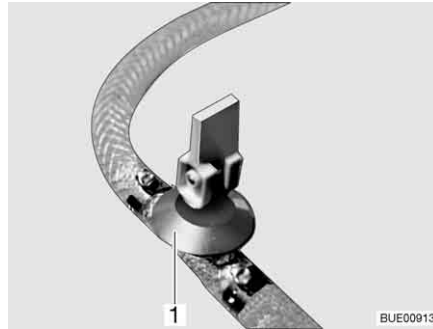
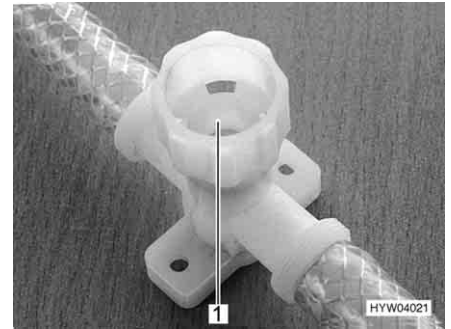

Bild 152 Ablasshahn (mit Kipphebel)
Bild 153 Ablasshahn (mit Drehkappe)
- Alle Ablasshähne schließen. Dazu den Kipphebel des Ablasshahns (Bild 152, 1) waagrecht stellen oder die Kappe des Ablasshahns (Bild 153, 1) im Uhrzeigersinn zudrehen.